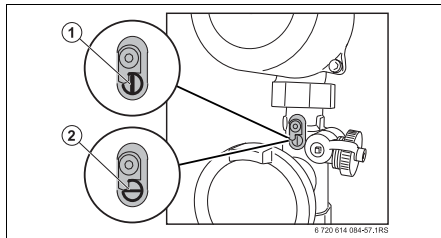

Fig. 10 Supapă de refulare
- ▶ Închideți din nou supapa de refulare după ce instalația de încălzire este complet golită (→ fig. 10, [2]).